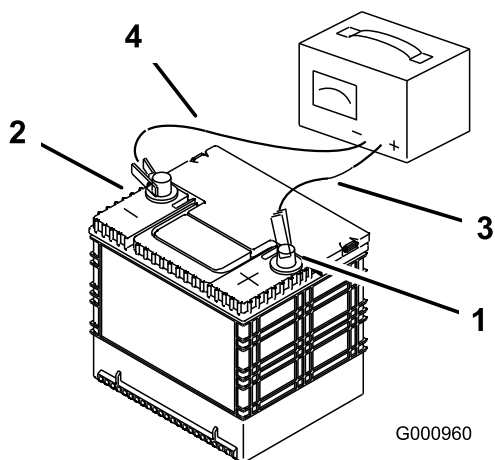

Figure 75
3. Quand la batterie est chargée au maximum, débranchez le chargeur de la prise, puis débranchez les fils du chargeur des bornes de la batterie (Figure 75).